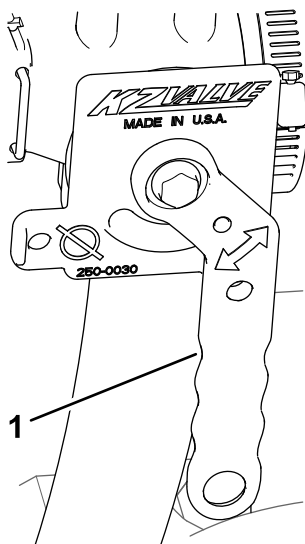

图 42
4. 将清洁加药器切断阀的手柄旋转至打开位置图 42。
5. 关闭清洁加药器切断阀请参阅 启动清洁加药器 (页码 20) 的图 42。